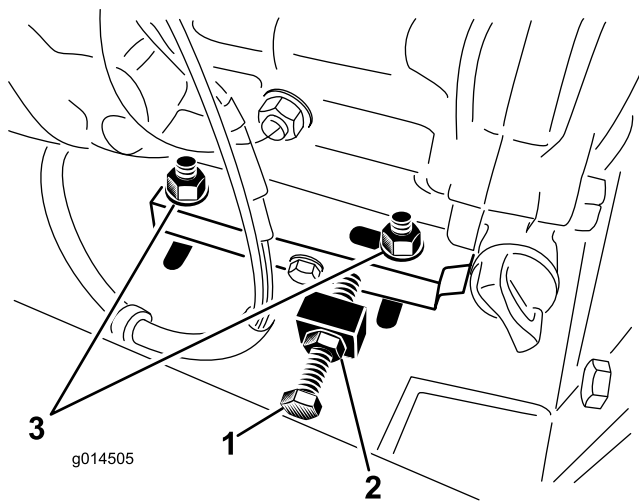

Figure 20
2. Desserrez les 4 boulons du support moteur ainsi que les écrous de blocage qui maintiennent le boulon de réglage (Figure 20).